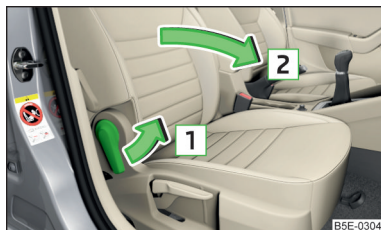

Abb. 86
- › Zum **Vorklappen** den Hebel in Pfeilrichtung **1** ziehen und die Sitzlehne in Pfeilrichtung **2** vorklappen » **Abb. 86**. Die Verriegelung muss hörbar einrasten.